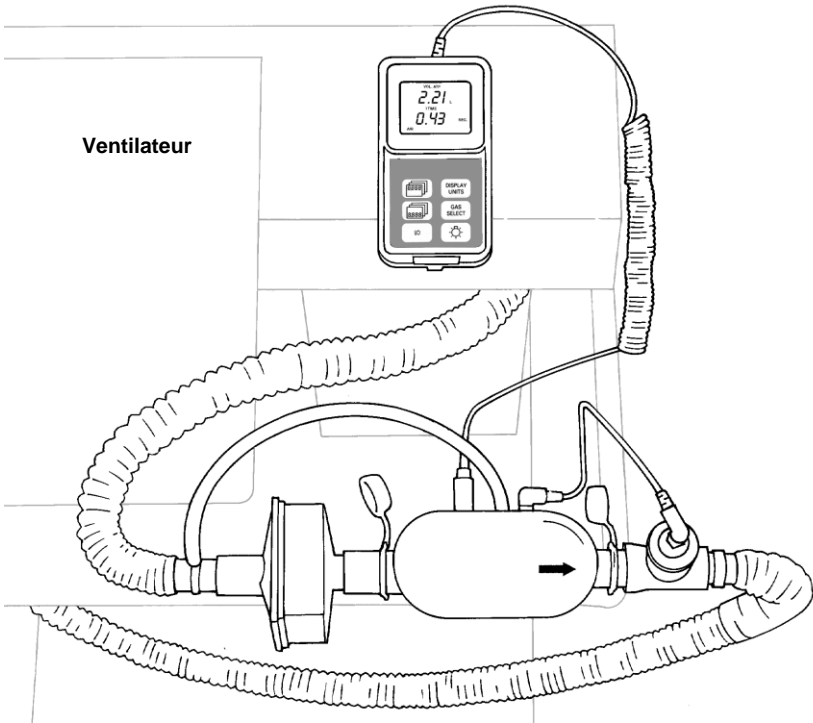
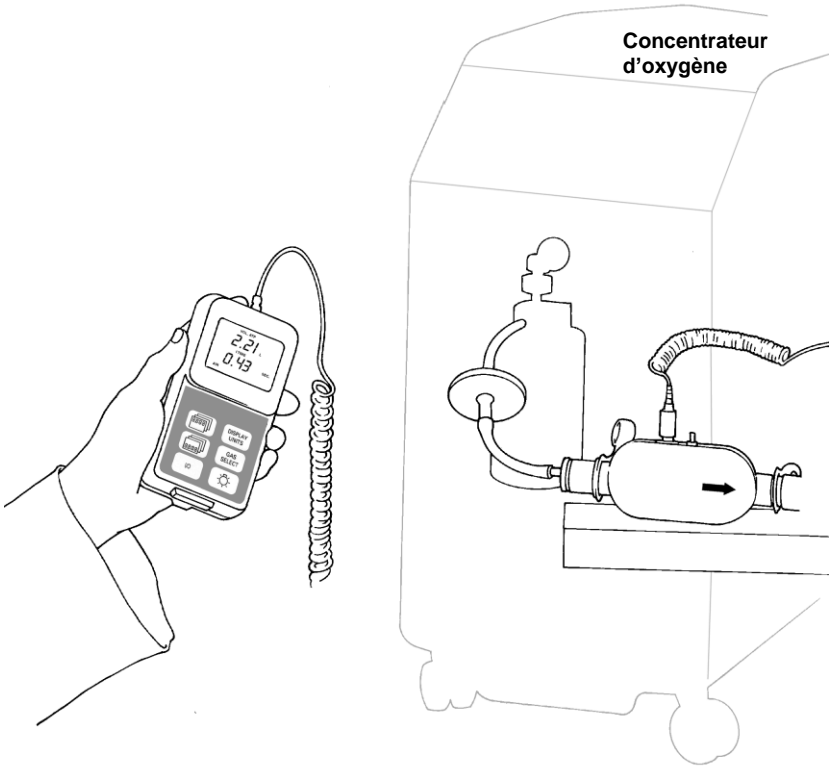

Figure 7. Installation d'un module de débit dans le circuit de test
Figure 8. Système de test Certifier® FA installé dans le circuit d'un concentrateur d'oxygène
5. Installer le module de débit dans le circuit de test (**Figure 7**, **Figure 8**).